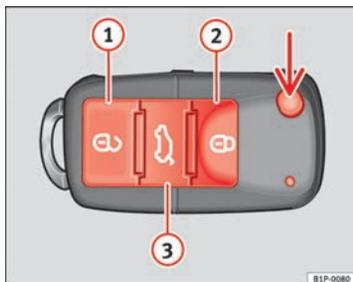

Fig. 64 Botões da chave com comando à distância
Com o botão ⇒ Fig. 64 (seta) do comando, destranca-se o palhetão da chave.
Destrancamento do veículo  ⇒ Fig. 64 .
Trancamento do veículo  ⇒ Fig. 64 .
Destrancamento da porta do porta-bagagens. Pressione o botão  ⇒ Fig. 64  até que todas as luzes indicadoras de mudança de direcção do veículo pisquem durante breves segundos. Ao pressionar o botão de destrancamento  , dispõe de 2 minutos para abrir o porta-bagagens. Uma vez decorrido este tempo, será novamente trancado.
Além disso, o indicador luminoso da pilha da chave ⇒ Fig. 64, começa a piscar.
Pressionando uma vez o botão  ⇒ Fig. 64 , apenas se abrirá a porta do condutor, permanecendo as restantes fechadas.
Pressionando duas vezes o botão  ⇒ Fig. 64 , todas as portas serão destrancadas.
- Pressionar o botão  ⇒ Fig. 64 do comando à distância.